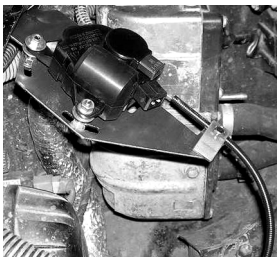

Рисунок 2 – Установка устройства в моторном отсеке и подключение тросика привода
6.2 Закрепить устройство на кронштейнах крепления моторедуктора (см. рисунок 2) в моторном отсеке (максимально удалении от горячих деталей ДВС) с минимальными перегибами троса привода (не более 90° с минимальным радиусом изгиба 200мм). Закрепить трос привода жалюзи в закрытом положении пластин. Окончательную проверку положения пластин жалюзи провести во время настройки температуры срабатывания 6.6 во время проведения контрольного теста.